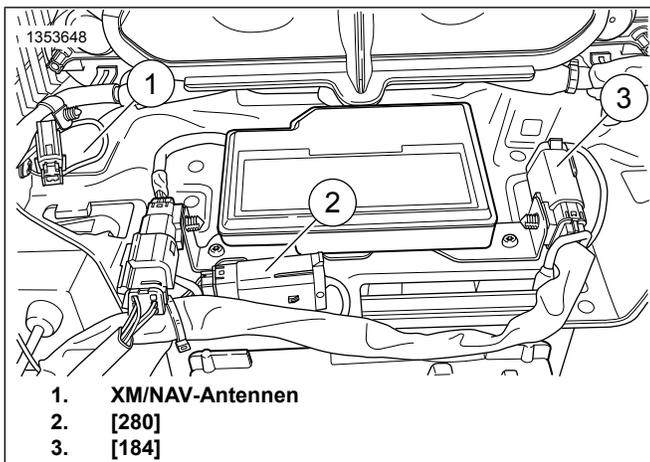

Abbildung 9. Versetzen des Steckverbinders
3. Siehe Abbildung 9. Steckverbinder-Verankerungen für Steckverbinder [184] und [280] in Verstärkerhalterung einsetzen und, falls vorhanden, SiriusXM- und NAV-Antennen positionieren.